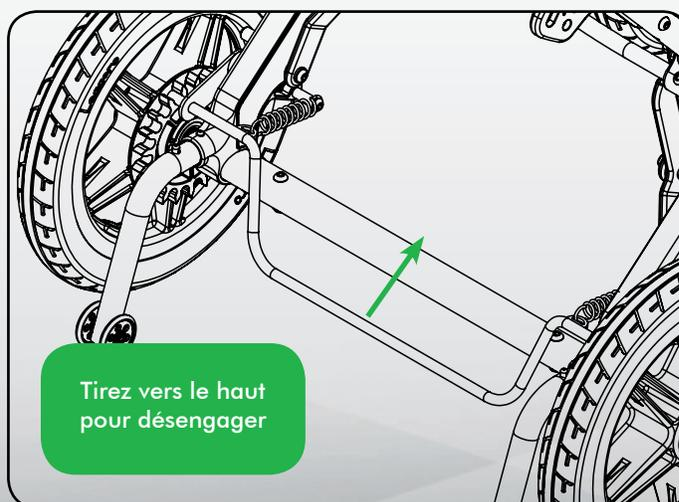

Figure 4
3. Pour désengager le blocage des roues, tirer la barre transversale avec votre pied. Consultez Figure 4.